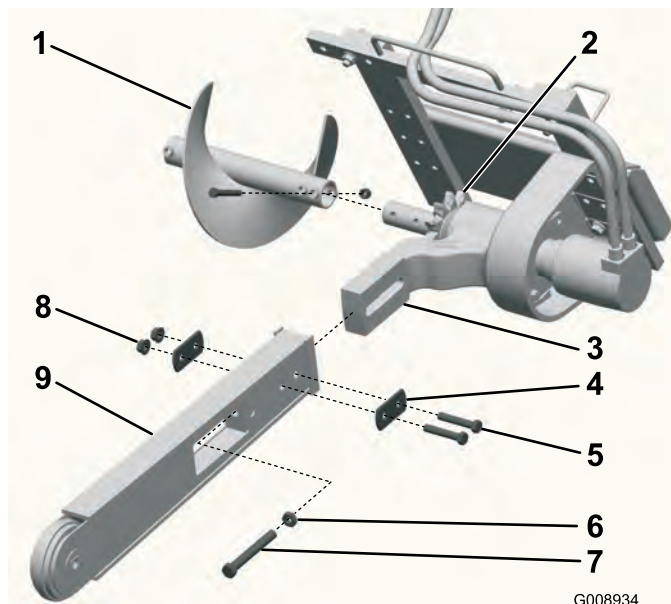

Figura 3
3. Rimuovere il bullone e il dado che fissano le lame della coclea e rimuovere la coclea (Figura 3). Conservare il bullone e il dado per riutilizzarli in seguito.
4. Togliere i due bulloni, i dadi e le rondelle doppie montate sulla parte laterale della barra (Figura 3).
5. Allentare il dado di regolazione e il controdado (Figura 3).